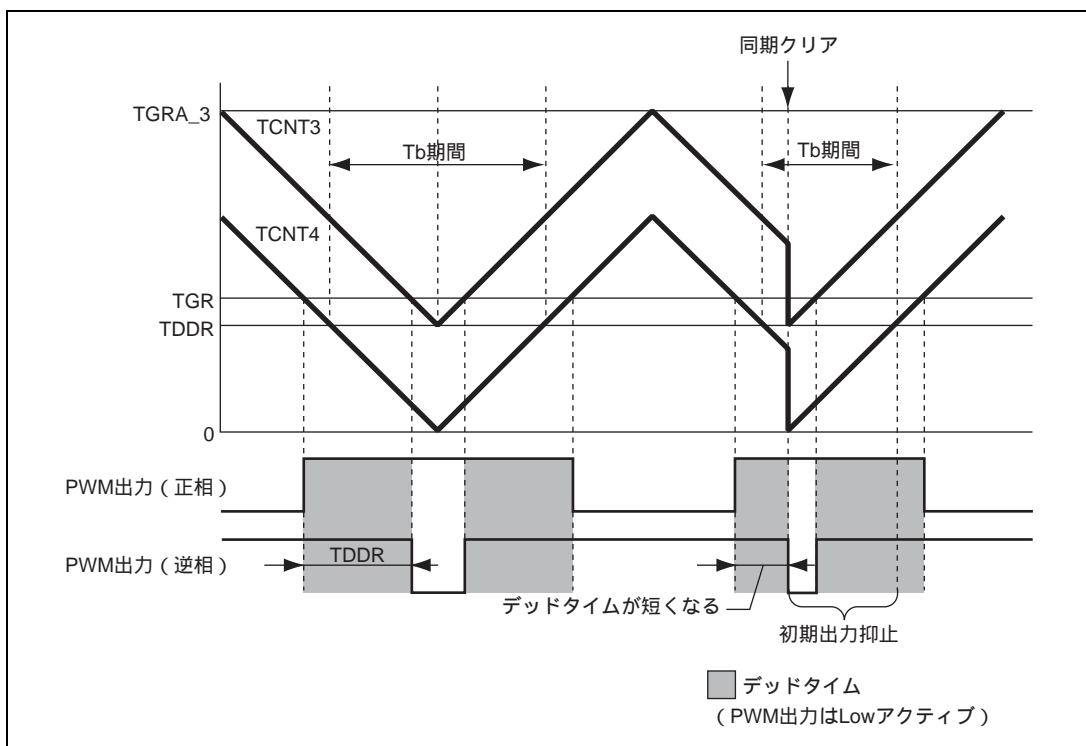

図 10.136 条件(1)の同期クリア例
条件(1) 初期出力の抑止期間 にて、PWM 出力がデッドタイム期間中に、同期クリアする(図 10.136)。